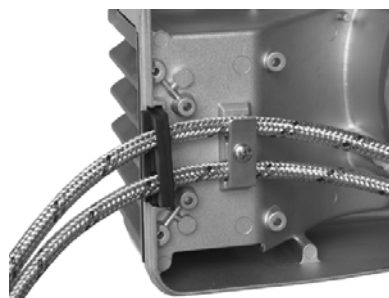

Fig. 29
- 4 Fijar los manguitos con indicados en Fig. 29.